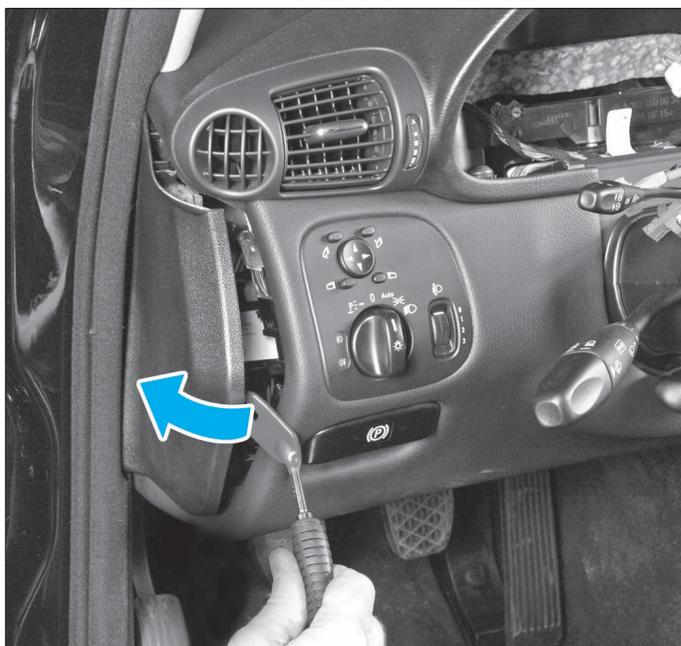

FIG. 30
- les caches latéraux (Fig.30).